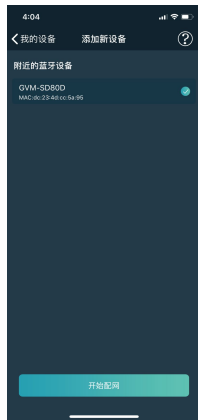

图2
2. 在“我的设备”页面点击“添加设备”按钮，查找附近已开启的蓝牙灯光设备，选择需要连接的设备进行配网连接。（图2）